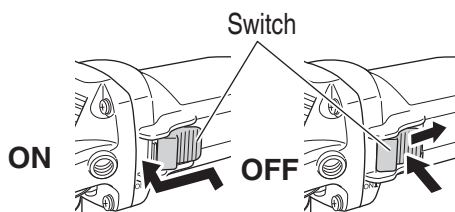

Fig. 12
2. Turn the grinder "on". (**Fig. 12**)